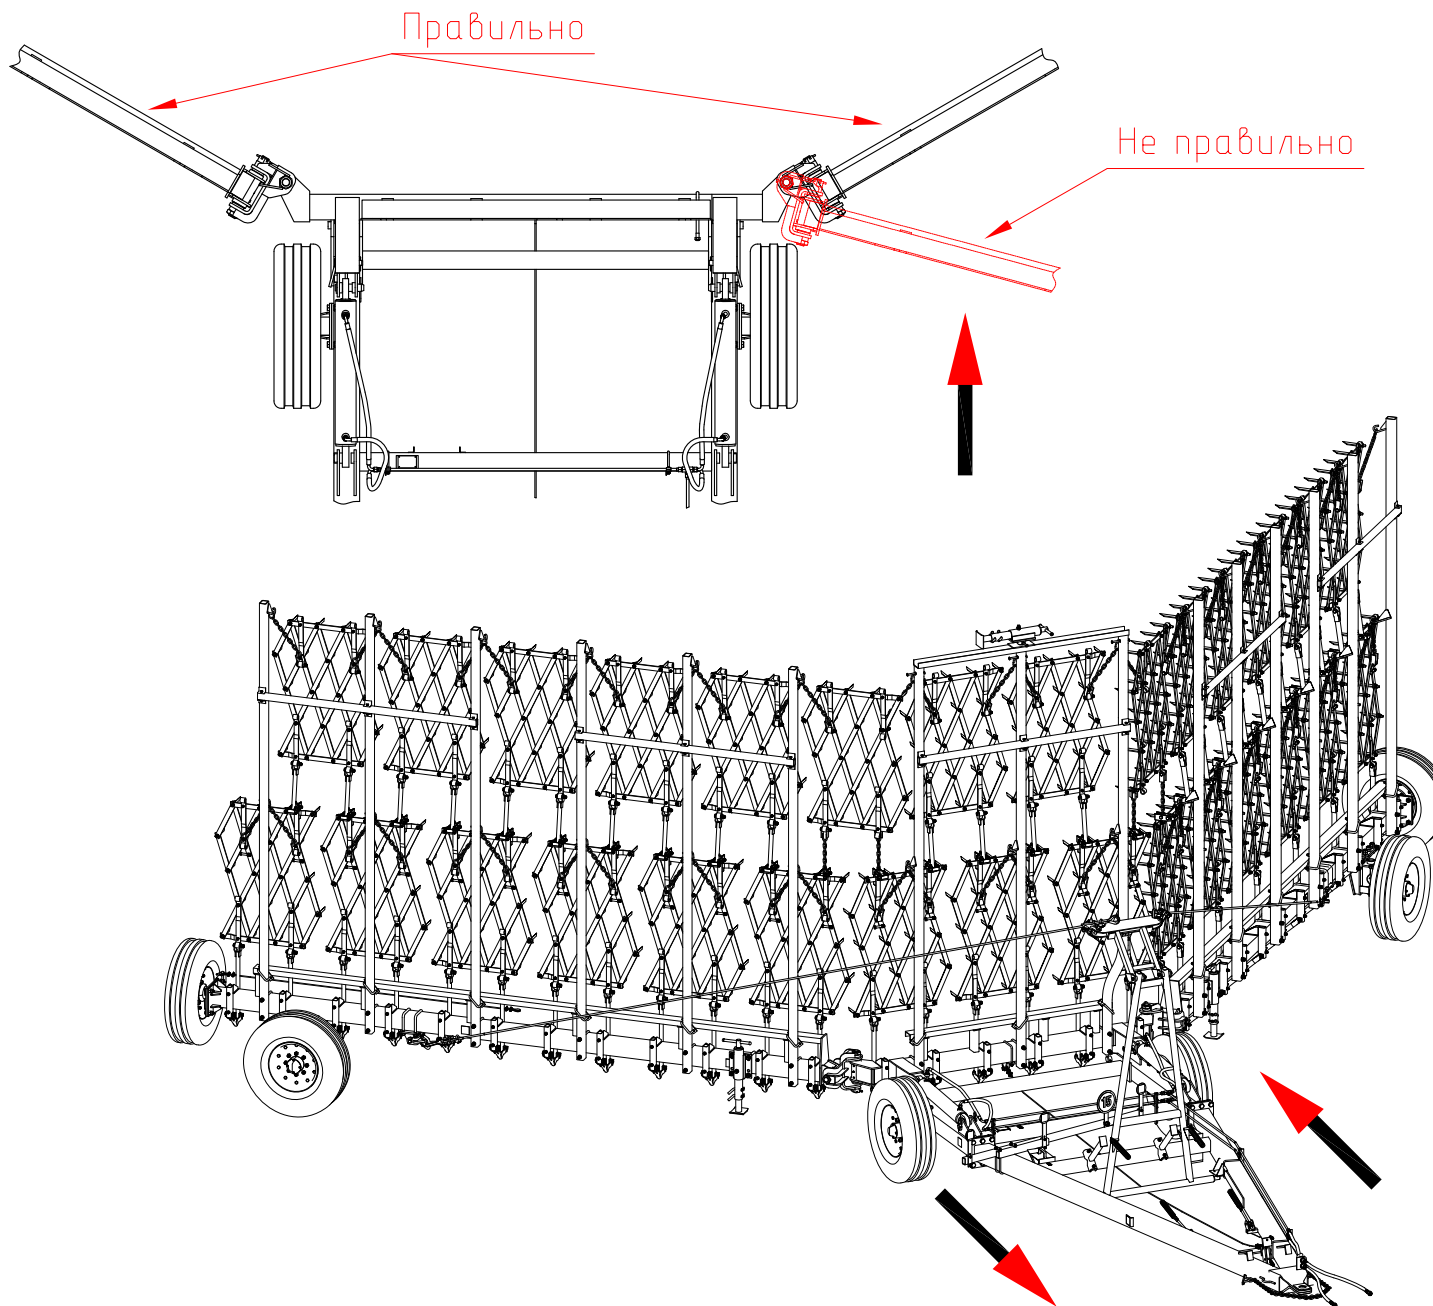
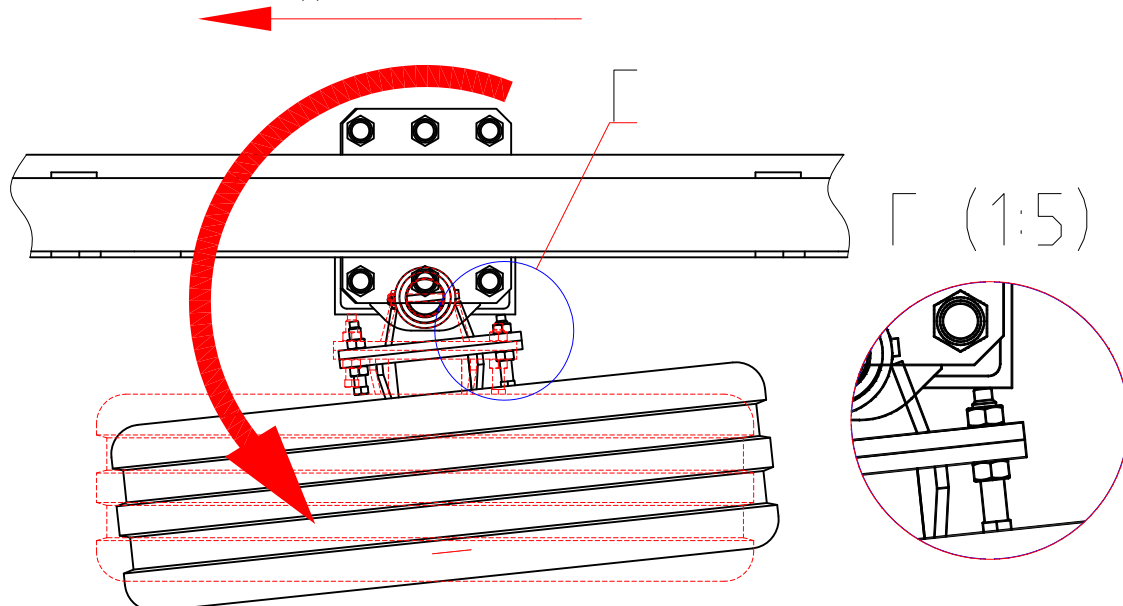

Рис.16 Маневр для перевода сцепки в транспортное (рабочее) положение.
Рис.17 Регулировка транспортных колес боковых балок
7.4.5.Отрегулировать опорные колеса винтами 8 (рис.7) так , чтобы по-лучился небольшой угол схождения по ходу сцепки (см. рис.17а). Это делается для того, чтобы боковые балки при движении вперед не разъезжались, а при переводе сцепки в рабочее положение они при движении назад они автоматически разъезжались (см.рис.17б).
7.5.2.Движением трактора назад (рис.17) перевести боковые балки с боронами в рабочее положение (рис.16) (в одну линию с центральной балкой).
- продолжать движение задом в случае если одна из балок уже переведена в пред рабочее положение (находится на одной линии с центральной балкой), а другая боковая балка не находится на одной линии с центральной балкой (рис.17)
Рис.17а
Рис.17б